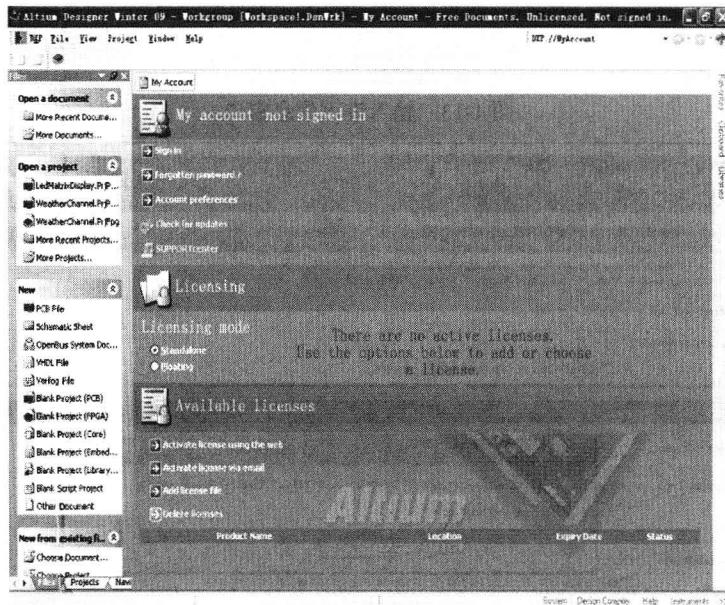

图 1-11 软件激活窗口
(1) 单击“开始”→“程序”→Altium Designer Winter 09 命令，启动软件，打开 Licensing 窗口，如果该窗口没有出现，单击菜单栏 DXP→My Account 命令，弹出如图 1-11 所示的界面。现在软件还没被激活，在图 1-11 中的 Licensing 选项中红色字体显示 There are no active licenses, Use the options below to add or choose a license。